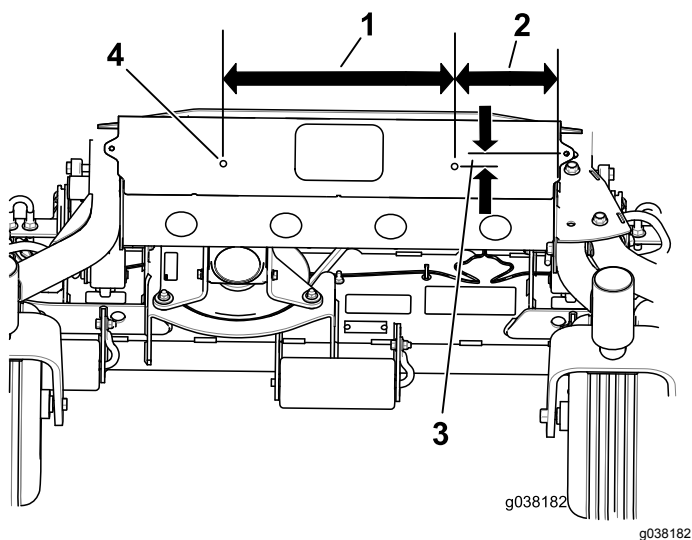

Figura 2
2. Perfore los taladros según se muestra en Figura 2.